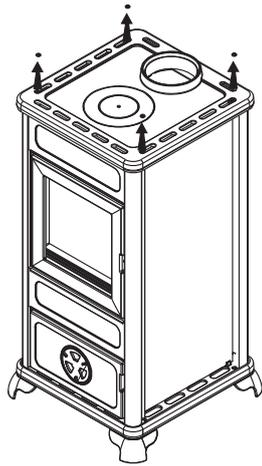

fig. 2
- togliere il top svitando le 4 viti, come da fig. 2.